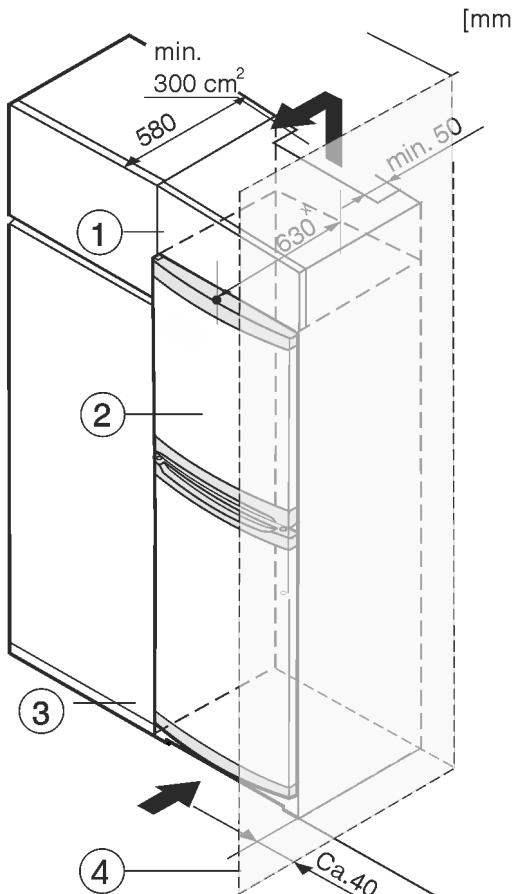

Fig. 8
Уредът може да е обграден с кухненски шкафове. За да изравните височината на уреда Fig. 8 (2) с височината на вградената кухня, над уреда може да се постави шкаф-пристройка Fig. 8 (1).
При обграждане с кухненски шкафове (дълбочина макс. 580 mm) уредът може да се постави непосредствено до кухненския шкаф Fig. 8 (3). Отстрани уредът е издаден на 34 mm ×, а в средата на уреда – на 50 mm × спрямо челото на кухненския шкаф.
Когато уредът се поставя с пантите до стена Fig. 8 (4), разстоянието между уреда и стената трябва да е поне 40 mm. Това отговаря на разстоянието, с което дръжките стърчат при отворена врата.